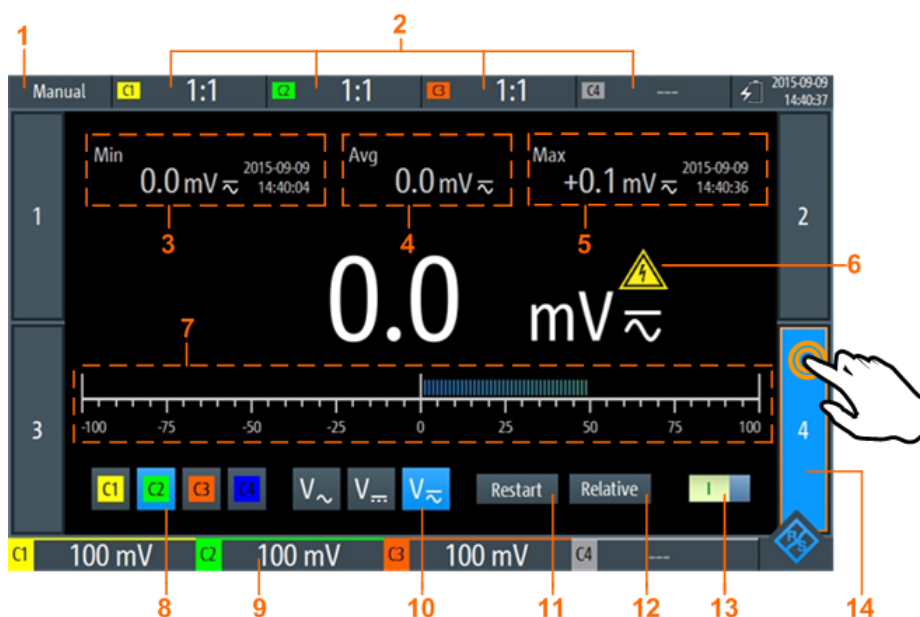

Bild 7-4: Anzeige eines einzelnen Voltmeters
- Tippen Sie auf die hervorgehobene Nummer des geöffneten Voltmeters, wie in Bild 7-4 gezeigt.
3. Wählen Sie den zu messenden Kanal aus (Nr. 8 in Bild 7-4).